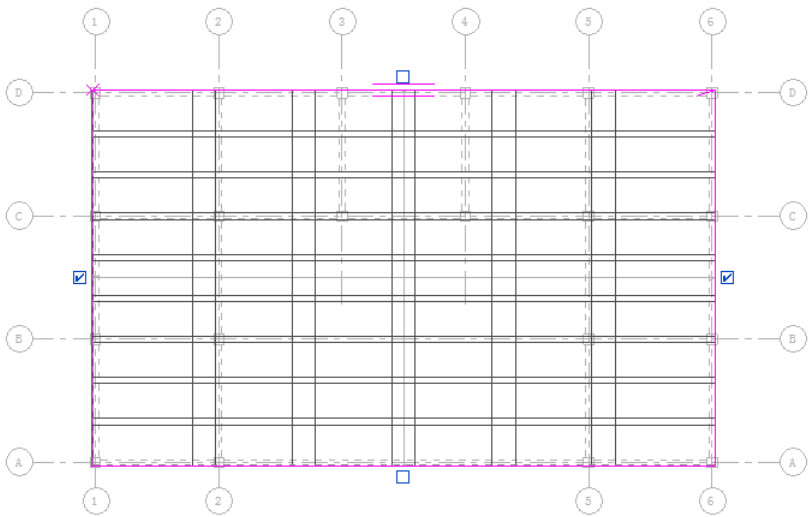

图 13-37 调整边界
(3) 选择控件以确定钢筋网片布局的开始 / 结束边缘。使用这些控件，可以指示钢筋网片对齐和搭接值。应该至少选择两个相邻控件来创建正确的钢筋网片布局。钢筋网片布局会将钢筋网片调整到钢筋网边界，如图 13-37 所示。